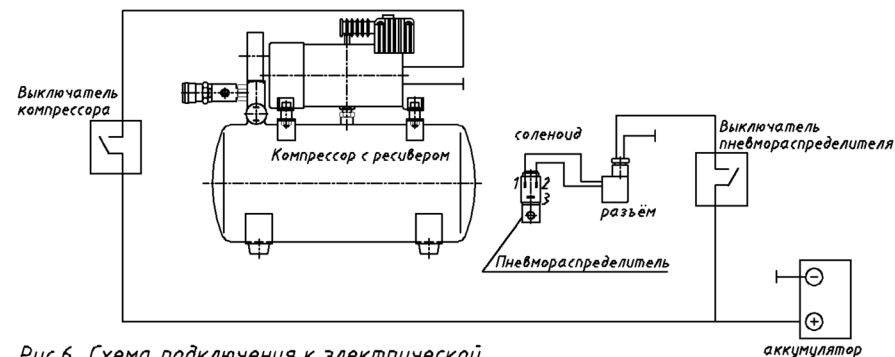

Рис.6. Схема подключения к электрической бортовой сети
4.5. Подключение компрессора и пневмораспределителей к электрической бортовой сети (Рис.6).